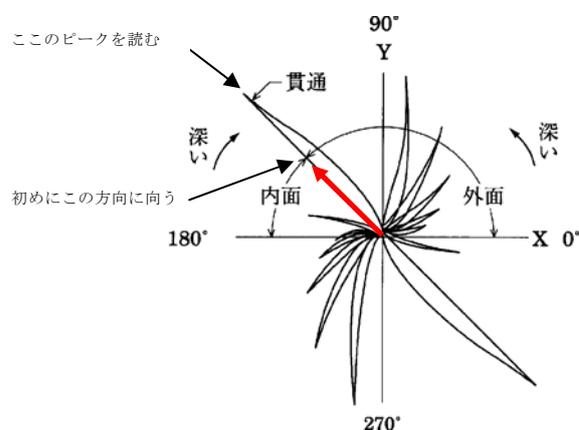

図1 位相の読み取り
(1)対比試験片の健全部に試験コイルを挿入し、ブリッジバランスを調整する、このとき。(2)対比試験片の人工きずが画面上のサークルの目盛で位相角を確認できる程度に感度を調整しておくこと。(3)対比試験片の人工きず位相を135度(図1参照)になるよう位相ツマミを調整する。ここで注意する事は、原点からスタートした輝点はまず第2象限に向かいその後原点を通過して第4象限に向かってから再び原点に復帰するような位相に設定する事が大切である。
(4) 試験体にはどちら側のきずを 1 番とするか決めるマークがあるので、そのマークから見た 1 番と解答欄の 1 番とが一致するように注意して探傷すること。(5) きずを検出したらその位相角を求める。位相角の求め方は、CRT 画面に円が描かれているので、きずによる輝点のピークが読みやすい位置になるよう感度を調整して行なう。きず信号のプラス側ピークで位相を読み取ること。図 1 で小さく検出されているようなきず信号は、感度を高くして位相を読み取りしやすくしなければならないが、健全部分での信号が原点を通過することを確認しておくこと。もし位置がずれてしまった場合は、きず近傍の健全全部でバランス操作をやり直して、位相角を読み取る。(6) すべてのきずを検出し、位相を読み取ったら、きず深さ評価曲線からきず深さを求め解答欄に記入する。